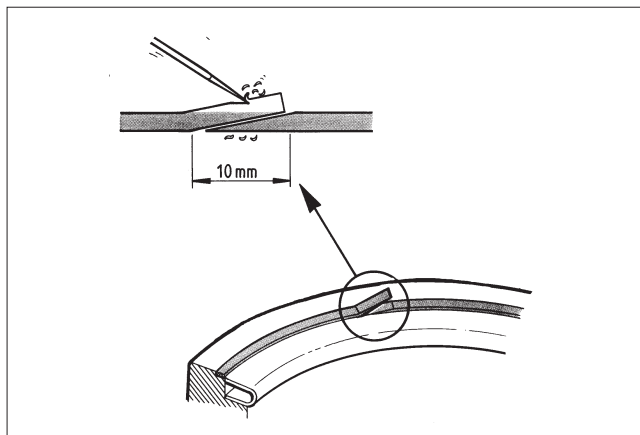

Fig. 13 Montage du joint de corps
- Retirez l'insert (2) après avoir desserré les vis (27).
- Enlevez le vieux joint de siège (19) et le siège (4). Remplacez le siège s'il est endommagé.
- Montez un joint de corps auto-adhésif neuf (19) dans le corps. Sa surface doit être propre et absolument dépourvue de graisse. Traitez les extrémités du joint comme indiqué sur la Fig. 13.